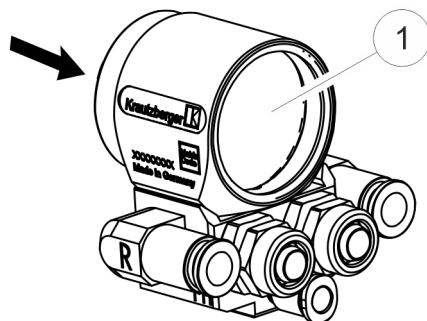

Fig. 11: Rimozione della membrana
6. ➔ Eseguire un controllo visivo della membrana (Fig. 11/1). Se necessario, spingere fuori dalla pistola a spruzzo automatica la membrana dalla parte anteriore con un utensile adeguato e senza spigoli vivi.